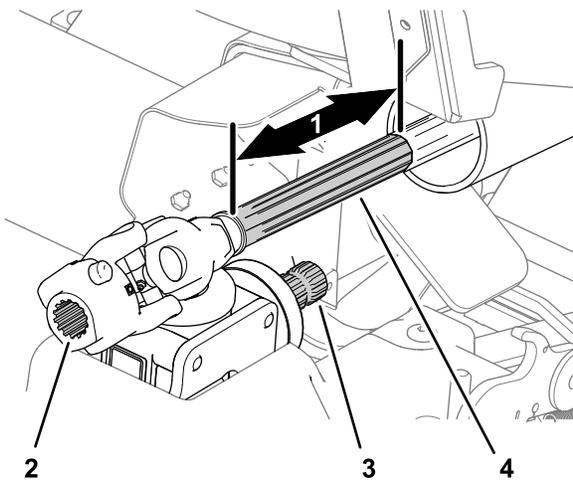

図 54
2. 駆動シャフトの前半分 図 54を前方に 25 cm ほど引き出す。
3. ギアボックスのシャフトのスプラインと駆動シャフトのスプラインをきれいにする 図 54。
4. 前駆動シャフトの滑り面をきれいにする 図 54。
5. ギアボックスのシャフトのスプラインとU ジョイントカップリングのスプライン 図 54 に固結防止コンパウンドを塗る。
6. 前駆動シャフトの滑り面に固結防止コンパウンドを塗る 図 54。